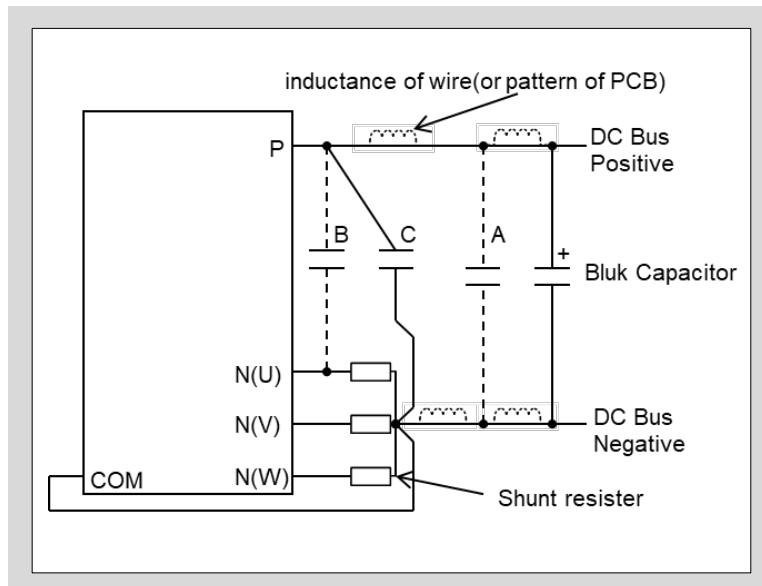

図4-1 シャント抵抗とスナバコンデンサの推奨配線
- 一般的には図4-1の”C”箇所に接続します。”A”箇所にスナバコンデンサを接続すると、配線のインダクタンスが無視できないため、サージ電圧を効果的に抑制することができません。スナバコンデンサを”B”箇所に接続すると、スナバコンデンサに流れる充放電电流はシャント抵抗にも流れます。これは、電流検出信号に影響を与えるため、過電流保護レベルが設計値よりも低くなります。”B”箇所のサージ電圧抑制効果は、”A”または”C”箇所より優れていますが、電流検出精度を考慮すると”C”箇所の方が優れています。